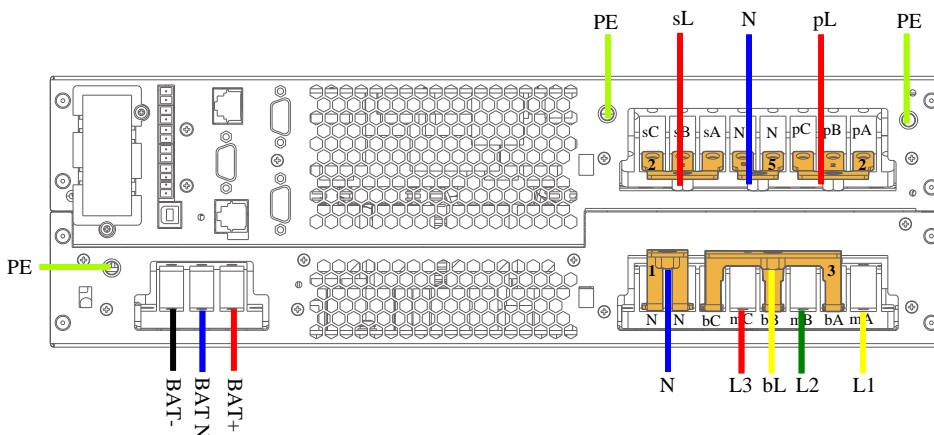

图2-26 三进单出，主旁不同源接线示意图
- 将标准输出火线（sL）接到sA、sB、sC的短接铜排2上，将可编程输出火线（pL）接到pA、pB、pC的短接铜排2上，将输出中线接到N的短接铜排1上，再将输出地线接到UPS机壳上的输出PE端子上。如图2-26所示。
- 如图2-26所示，将电池正线、电池N线、电池负线和地线穿过接线盒上的过线孔，然后分别连接到UPS的电池端子排上的电池正（BAT+）、电池N（BATN）、电池负（BAT-）和电池地线端子（PE）上，并拧紧固定螺钉。